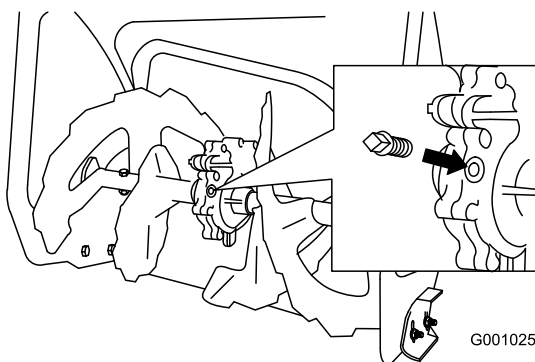

Bild 47
- Reinigen Sie den Bereich um die Rohrverschluss (Bild 47).